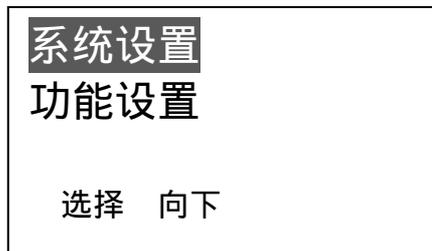

图 19
- b. 按 **←** 键进入进入主菜单，如下（如图 19），
b. 按 **←** 键进入进入主菜单，如图 19。
- 按 **←** 键进入进入主菜单，如图 19。
- b. 按 \leftarrow 键进入主菜单，如图 19。
- b. 按 \leftarrow 键进入进入主菜单，如图 19。